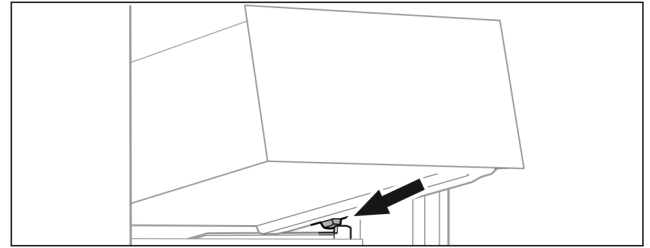

Fig. 15
- ▶ Встановити висувний ящик за стопорами на ребро для резервуару навскоси Fig. 15 (1).